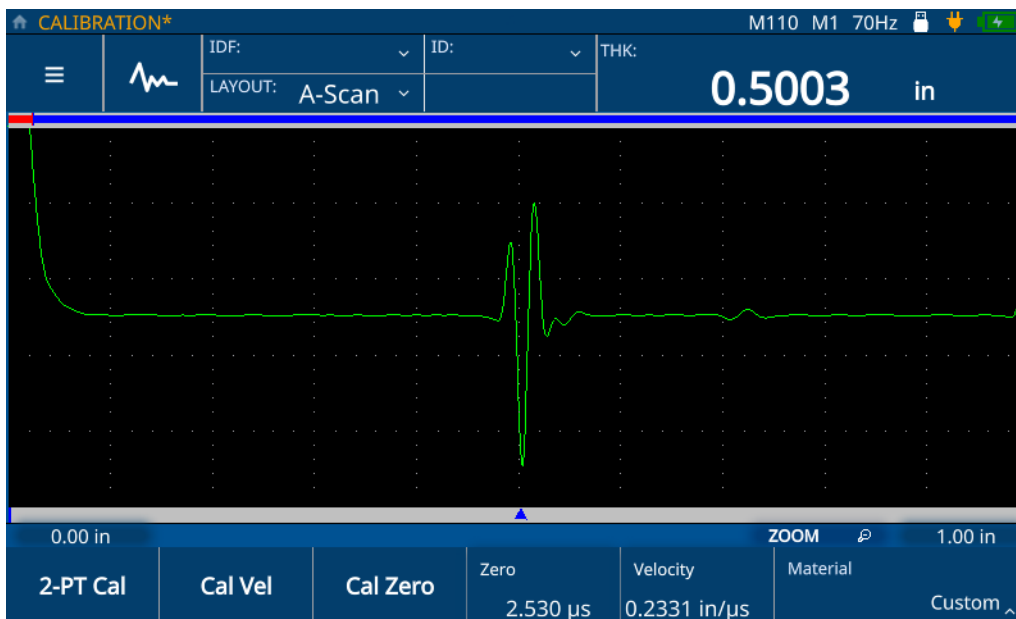

Figura 5-4 Conclusão da calibração da velocidade
6. Toque no ícone de marca de seleção para salvar o valor e concluir a calibração (consulte Figura 5-4 na página 43).